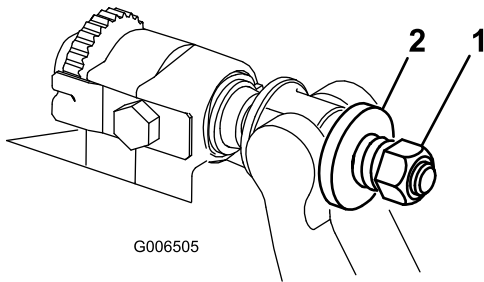

图32
- 4. 旋紧弹簧加压螺母直到弹簧完全压缩然后往回松开 1/2 圈 图32。